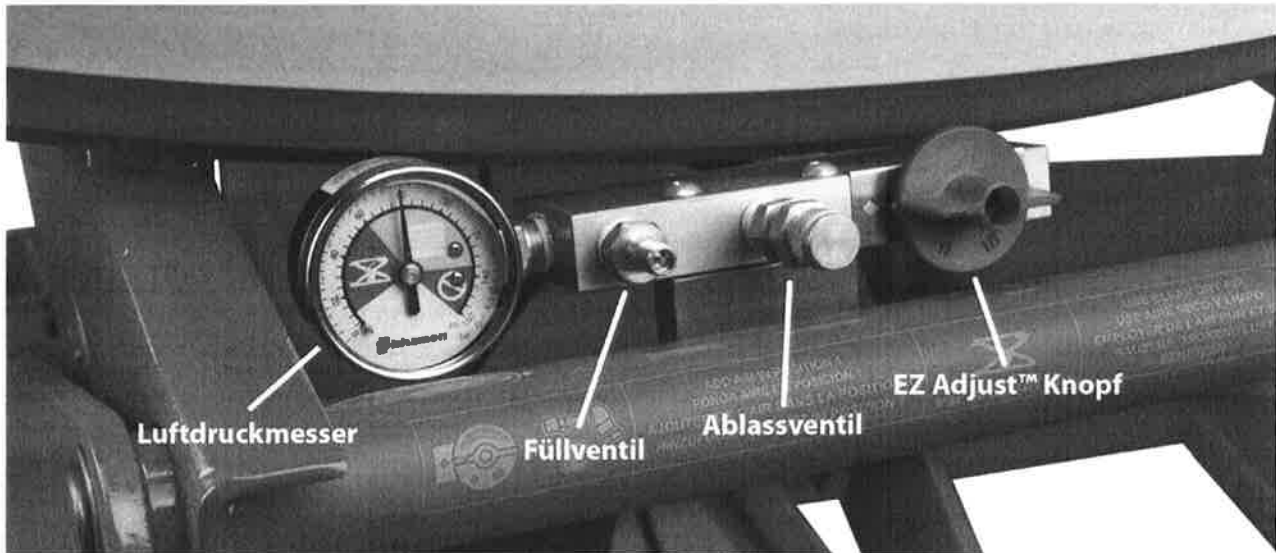

Abbildung 6 EZ Loader-Pneumatikbauteile
3. Drehen Sie den EZ Adjust-Knopf (siehe Abbildung 6) auf die Füll-/Ablastsstellung und öffnen Sie langsam das Ablassventil, um die Luft aus dem System zu lassen. Während die Luft abgelassen wird, senkt sich der Scherenmechanismus und die Wartungsstützen rasten vollständig ein. Überprüfen Sie **IMMER** die Stellung der Stützen, bevor Sie sich unter die Plattform begeben.
Bevor Sie beginnen, lokalisieren Sie die in Abbildung 6 detailliert beschriebenen pneumatischen Bauteile. Auf diese Bauteile wird bei den Installations- und Aufbauvorgängen verwiesen. Sie sollten die Funktion jedes Bauteils genau verstehen, bevor Sie fortfahren.